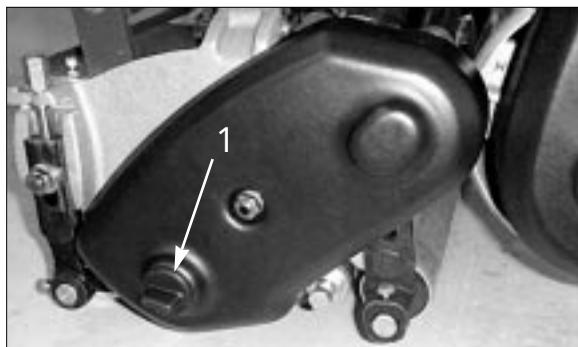

図52
1. リール・アセンブリの左側にあるプラグ(図52)を外す。